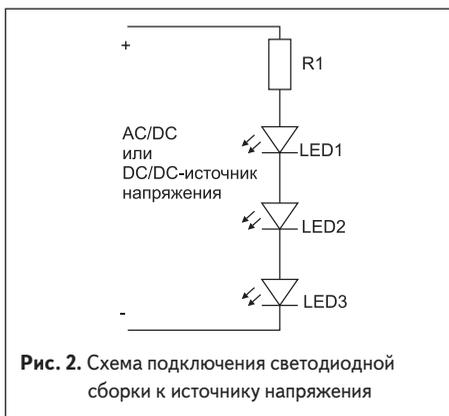

Рис. 2. Схема подключения светодиодной сборки к источнику напряжения
- Подключить модуль к источнику напряжения, предварительно установив в цепь резистор, тем самым ограничив ток до номинального значения светодиода (рис. 2).